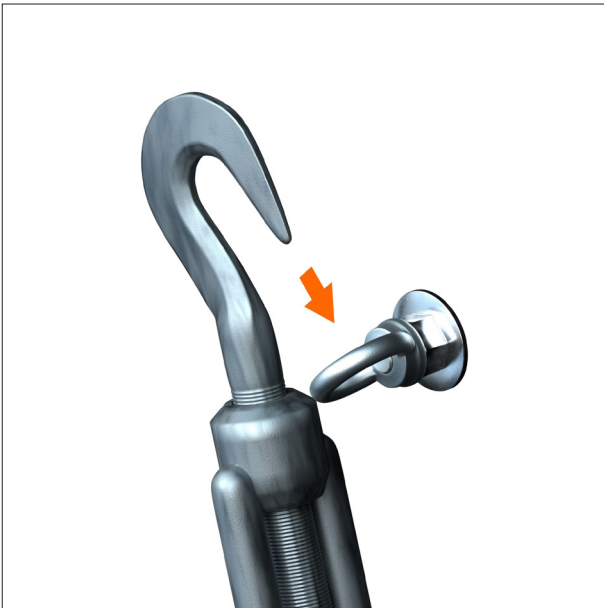

Abbildung 2.9
**2e.** Bilden Sie eine Schlaufe um den Ring des Spannschlösses und fixieren die Schlaufe, wie zuvor (Abb. 2.9 bis 2.14) und längen das Edelstahlseil mit Hilfe eines geeigneten Werkzeuges ab.